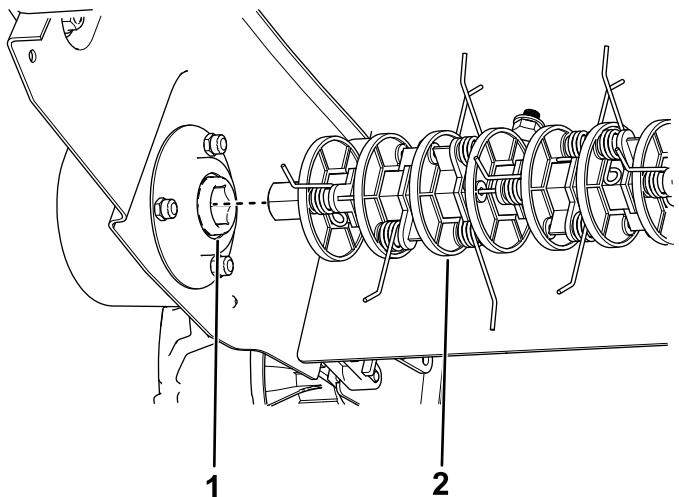

Figure 20
4. Sortez l'autre extrémité de l'arbre de l' entraînement et remplacez-le par l'arbre voulu (Figure 20).